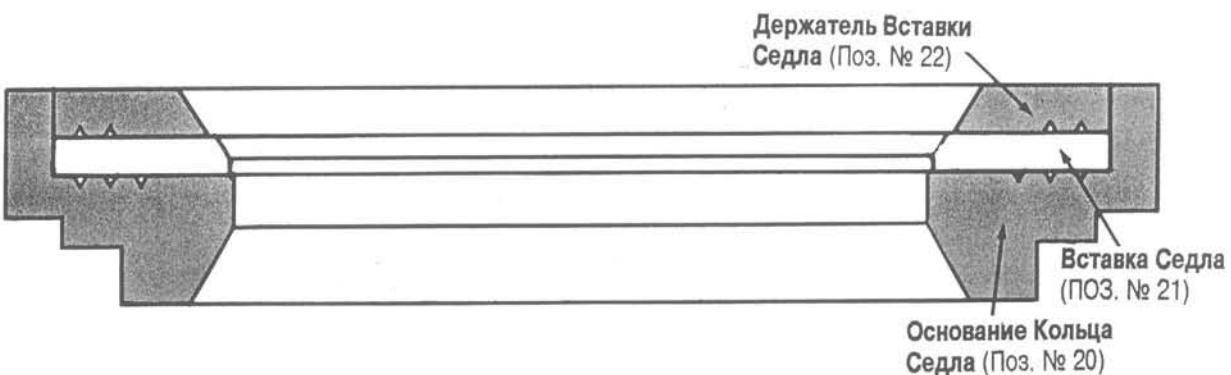

Рис. 1: Сборка Мягкого Седла
Регулирующие клапаны Valtek обеспечивают плотное перекрытие линии* с помощью кольца мягкого седла. Конструкция включает основу кольца седла, эластомерную вставку и держатель вставки седла (пользуйтесь Рис. 1 для конструкций стандартных мягких седел). Узел мягкого седла полностью взаимозаменяем с кольцами стандартного седла в любом корпусе клапана Valtek, не требуя модификаций. Материал для стандартной вставки включает Тефлон TFE, Тефлон FEP, полиуретан и KEL-F.
1. Используя новую эластомерную вставку, соберите три компонента мягкого седла, как показано на Рис. 1.